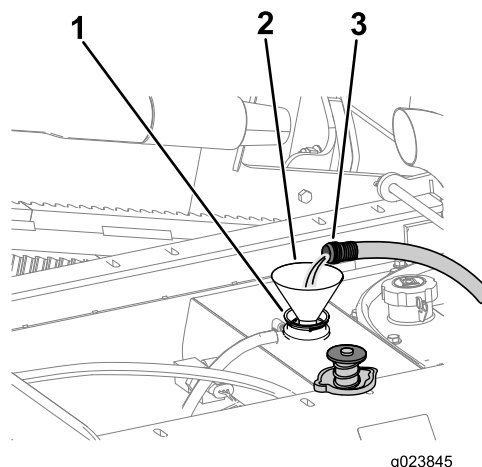

Рисунок 113
- B. Заполните радиатор чистой водой (Рисунок 113).